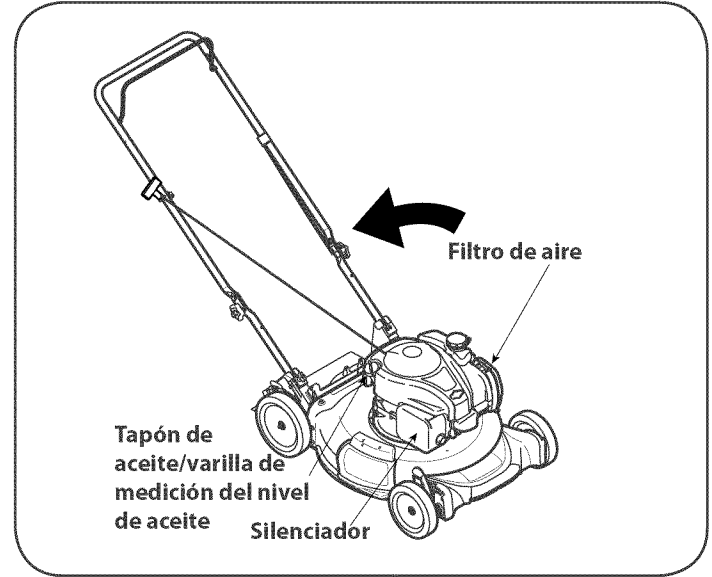

Figura 14
3. Quite la tapa/varilla medidora del nivel de aceite y drene el aceite al recipiente inclinando el motor hacia el tubo de llenado del aceite. Vea la Figura 14.
2. Incline la cortadora de césped de modo que quede apoyada sobre el alojamiento, mantenga el silenciador de costado hacia abajo. Refiérase a la figura 14. Sostenga firmemente la cortadora.